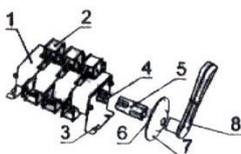

Рисунок 7.
- выключатель-разъединитель трехполюсный на одно направление с боковой смещенной рукояткой (Рисунок 7);